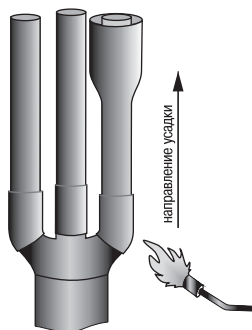

Рисунок 11
4.26 На жилы кабеля надеть вторые термоусаживаемые трубки (красного цвета), наложив концы трубок, на внутренней поверхности которых нанесён клей, на пальцы перчатки до упора в основание, и усадить, начиная с основания пальцев. После усадки по торцам трубок у перчатки должен быть виден выступивший клей-расплав (рисунок 11).